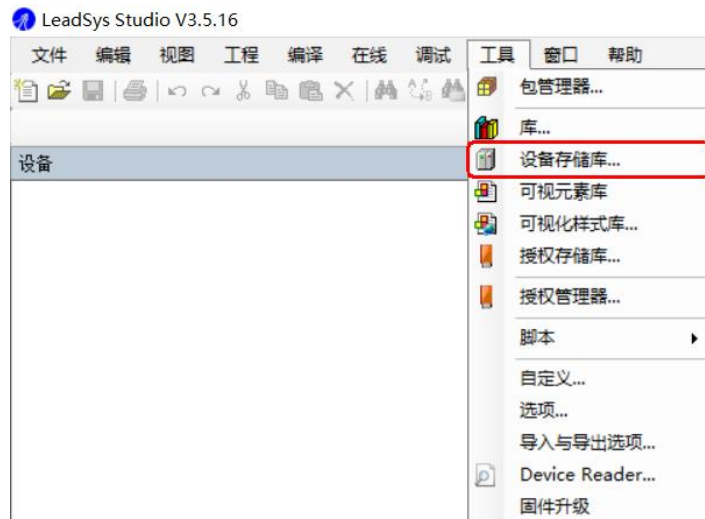

图 14.1 选择“设备存储库”
- 1) 打开 LeadSys 软件，选择菜单栏中的“工具”选项卡，在二级菜单中选择“设备储存库”，如图 14.1 所示。